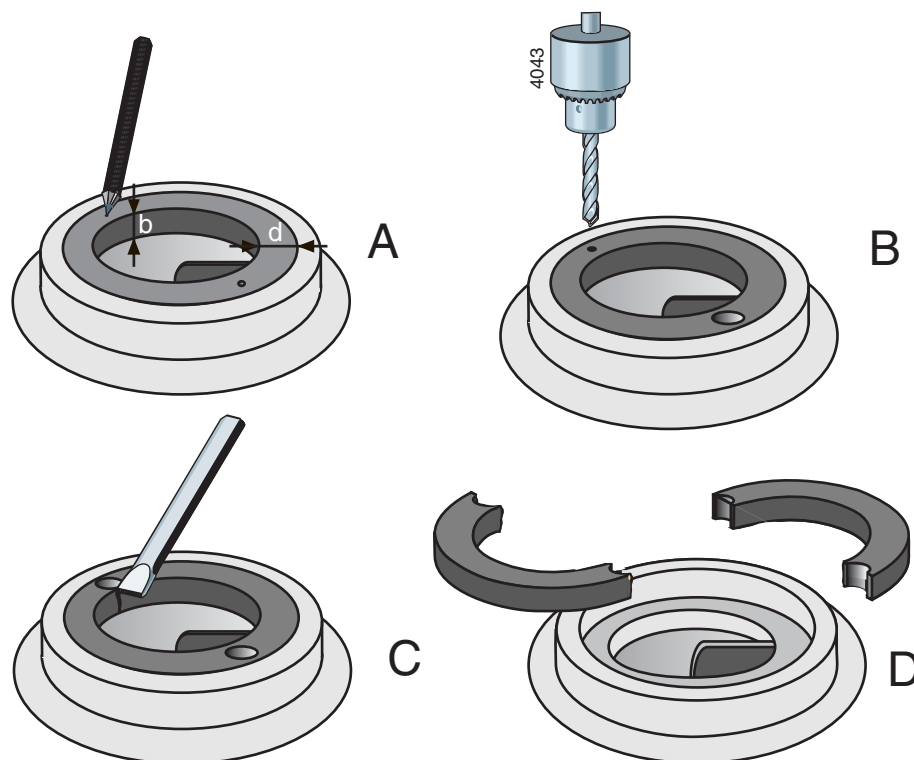

Figure 19: Démontage de la bague d'usure.
- 1 Mesurez l'épaisseur (d) et la largeur (b) de la bague, voir figure 19 A.
- 2 Faites un petit trou de centrage au milieu du bord de la bague en deux points opposés, voir figure 19 B.
- 3 Utilisez une mèche d'un diamètre légèrement plus petit que l'épaisseur (d) de la bague et percez deux trous dans la bague, voir figure 19 C. Ne percez pas plus loin que l'épaisseur (b) de la bague. Prenez soin de ne pas endommager le bord d'ajustage du corps de pompe.
- 4 Coupez l'épaisseur restante de la bague à l'aide d'un ciseau. Vous pouvez maintenant déposer la bague en deux parties du corps de pompe, voir figure 19 D.